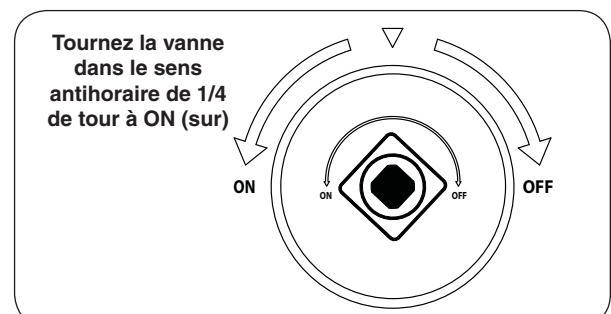

Fig. 28-2 SUR/ÉTEINDRE vanne clé détail
3. Tournez la SUR/ÉTEINDRE vanne clé de la hauteur dans le sens antihoraire de 1/4 de tour à la position **ON** (sur) (Fig. 28-2).
4. Localisez la télécommande et appuyez sur la touche **ON** (sur) (voir Fig. 28-2). La séquence d'allumage commence.